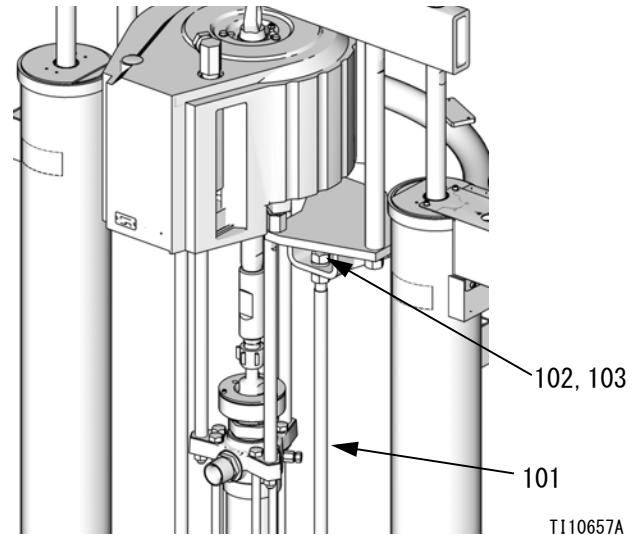

図 21
1. プラテン吊り上げロッド（101）の上端からナットおよびワッシャ（102、103）を取り外します。図 21 を参照してください。
<p>ブラケットの下のナット（102）は取り外したり調整したりしないでください。図 21 を参照してください。ナットを調整して、ポンプがプラテンに十分にはまらなかつたり、距離が短くなつたりした場合には、モーター、タイロッド、および置換ポンプが圧迫されます。</p>
4. プラテン吊り上げロッド（101）の上端に、ナット（103）およびワッシャ（102）を締め付けます。図 21 を参照してください。